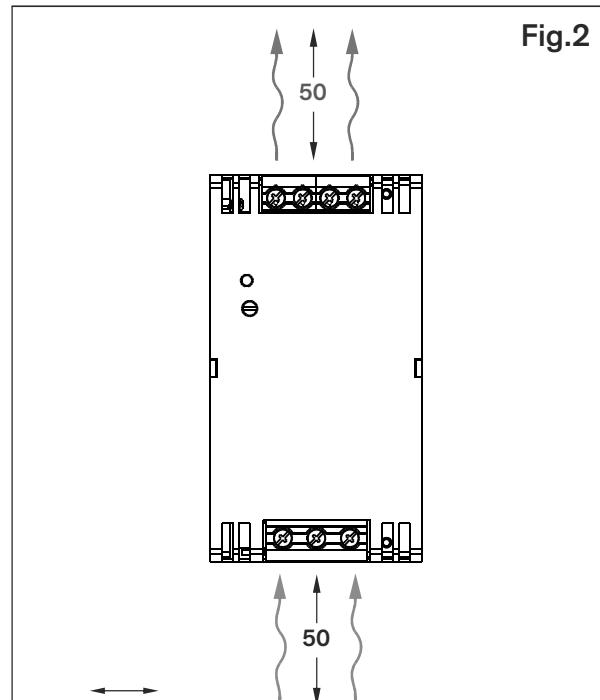

Fig.2
- Dev'essere garantito un sufficiente raffreddamento. Fig.2
Данное устройство может быть установлено на рейки DIN 35 мм, отвечающие спецификациям DIN EN 50022. Соблюдайте требования к вентиляционным зазорам сверху и снизу устройства. Fig. 2